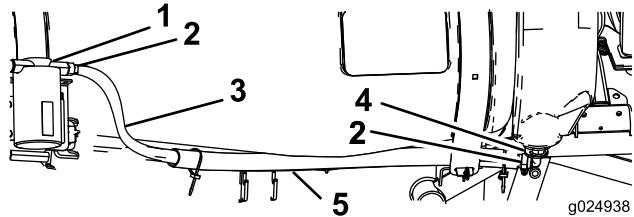

Figura 32
- Encaminhe o tubo do depósito de lavagem entre a correia frontal do depósito e a parte lateral do depósito (Figura 32).
- Ligue a outra extremidade à união roscada inferior do tubo ao filtro da bomba de lavagem com uma abraçadeira de tubos (Figura 32).